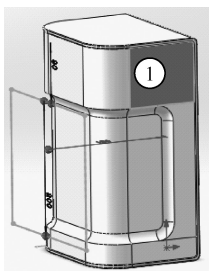

图 7-45 选择面①
(18) 选择图 7-45 所示的面①，然后单击**绘制草图** ，绘制草图 7，如图 7-46 所示。然后单击**拉伸切除** ，设置界面如图 7-47 所示，结果如图 7-48 所示。